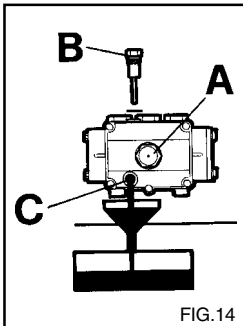

FIG.14
- 2) Skruva ur locket med oljesticken (fig. 14).